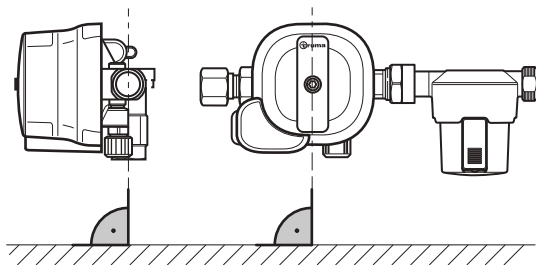

Abb. 5
- ▶ Gasdruckregler und Gasfilter so ausrichten, dass beide in vertikaler Position zum Boden stehen (Abb. 5).